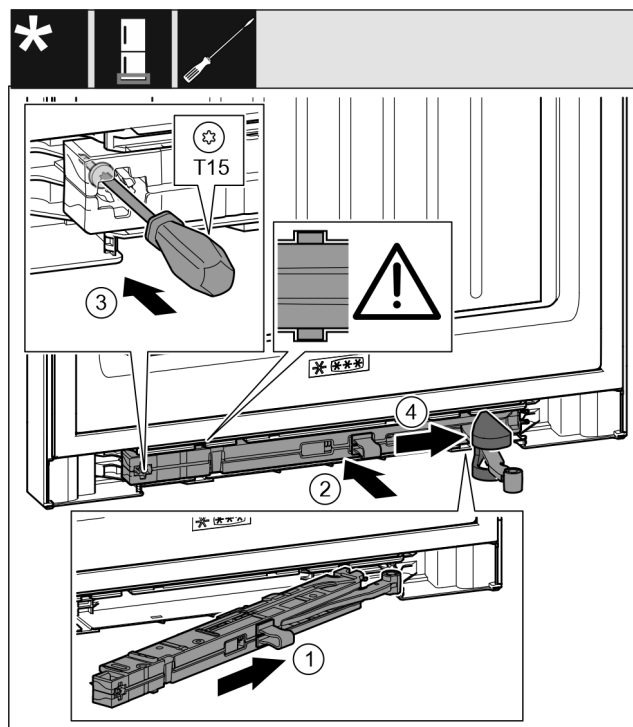

Fig. 62
- ▶ Pe partea suportului de lagăr împingeți înclinat unitatea amortizorului de închidere Fig. 62 (1) până la opritor în degajare.
- ▶ Împingeți unitatea amortizorului de închidere Fig. 62 (2) complet în degajare.
- ▶ Înșurubați ferm șurubul Fig. 62 (3) cu o șurubelniță.
- ▶ Împingeți capacul Fig. 62 (4) peste articulație.